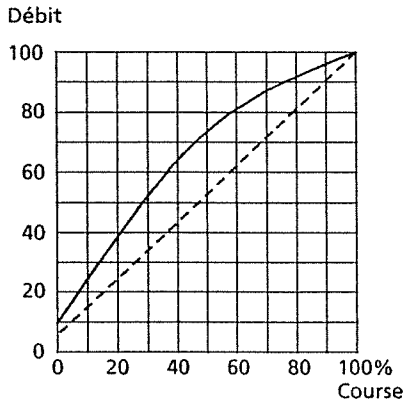

fig. 1:
- 1 lorsque la pression différentielle augmente fortement lors de la fermeture de la vanne (voir 3.2, fig. 1)
- Des caractéristiques linéaires sont appropriées pour des robinets mélangeurs pour chauffage, commandés par une régulation de la température de départ. Outre les utilisations en climatisation et chauffage, elles peuvent également être retenues pour des boucles de régulation de niveau, de régulation du débit et de régulation de la pression, lorsque la pression différentielle (sur la vanne ouverte) est déterminée de manière exacte et que, lors de la fermeture, elle n'augmente pas plus de trois fois (fig. 1).